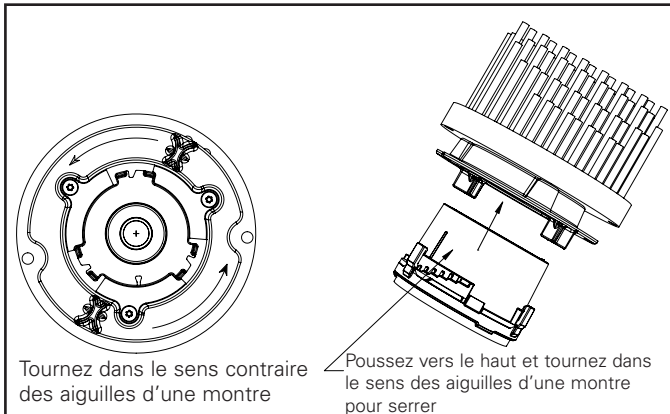

Figure 15A.
1. L'optique peut être démontée et remplacée pour modifier l'angle du faisceau. Tournez doucement l'optique dans le sens contraire des aiguilles d'une montre pour la retirer. Insérez l'optique et tournez-la dans le sens des aiguilles d'une montre pour l'installer (Figure 15A).
3. Retirez l'optique (consultez la Figure 15A).